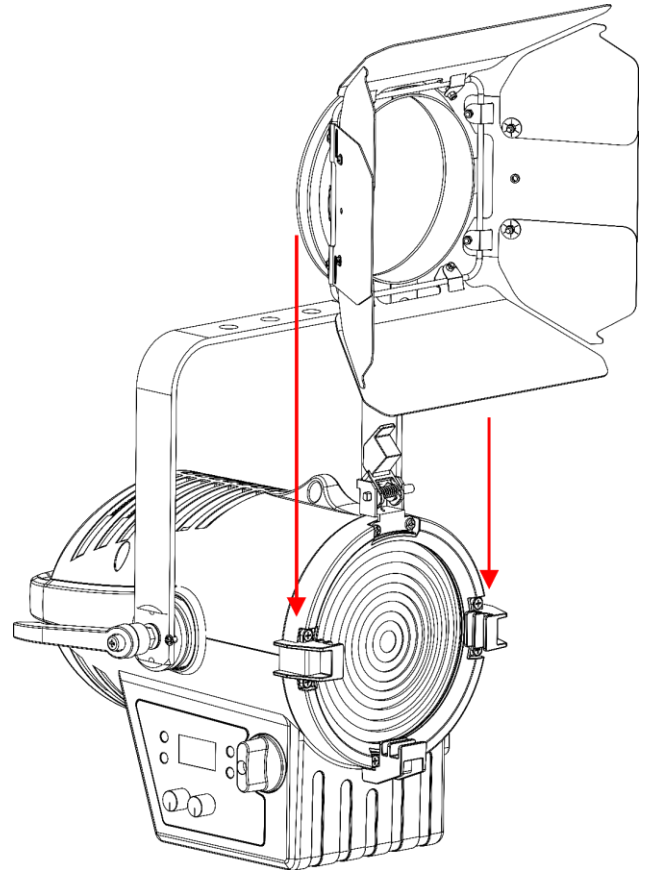

Abb. 11
- 02) Schieben Sie das Barndoor wie in Abb. 11 hereinein.